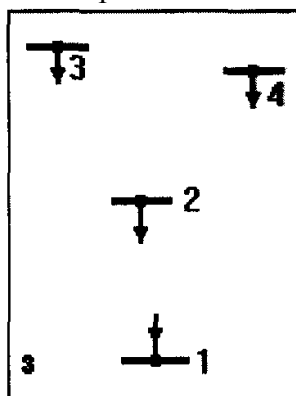

Рисунок 3.1 - Схема расположения узлов источников питания и нагрузок
3.1. Объект проектирования: электроэнергетическая система (рисунок 3.1). Вариант 8.
Расположение узлов источников питания электроэнергией и нагрузок потребителей показано на карте-схеме сети электроэнергетической системы (рисунок 3.1). Климатические условия электроэнергетической системы даны в таблице 3.1. Электроэнергетическая характеристика потребителей электроэнергии представлена в таблице 3.2.